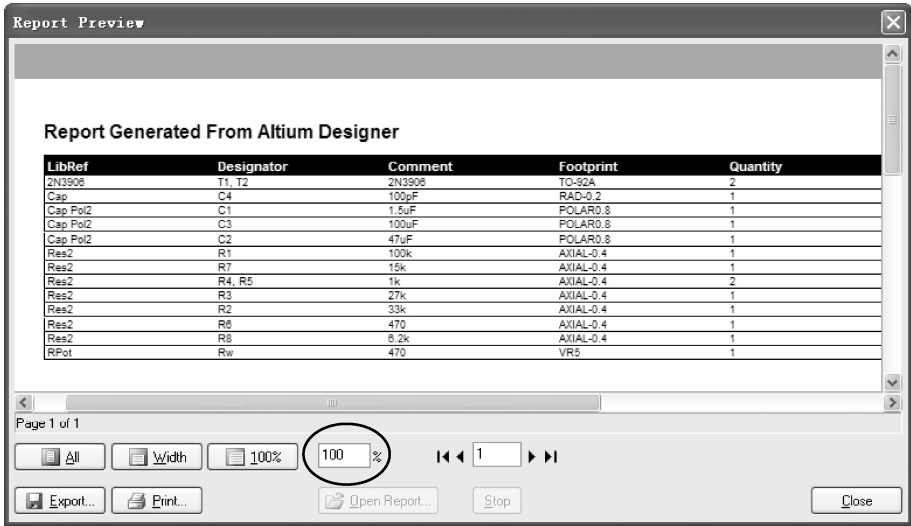

图 2-4-5 元器件清单预览
⑤ 元器件清单的后处理。单击图 2-4-1 中的【Menu】按钮，在弹出的快捷菜单中选择 Report，预览元器件清单，如图 2-4-5 所示。
修改图 2-4-5 中的百分比，可改变显示比例。修改方法：直接输入百分比数值，然后按【Enter】键。
单击图 2-4-5 中的【Close】按钮，关闭预览。